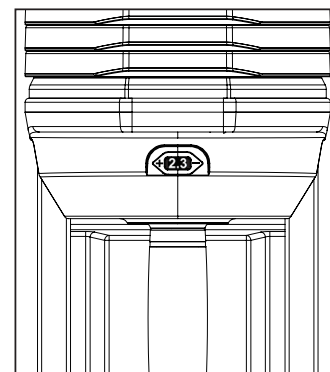

Figure 1
1. Une fois la poignée de l'haltère placée dans la base, tournez la poignée rotative jusqu'au chiffre le plus bas (Figure 1). Vous saurez que vous avez complètement et correctement sélectionné le numéro lorsque vous sentirez la poignée torsadée s'installer dans une encoche (appelée un cran d'arrêt). Vous entendrez également un léger, mais audible, bruit de clic qui correspond à l'emplacement des crans pour chaque numéro.